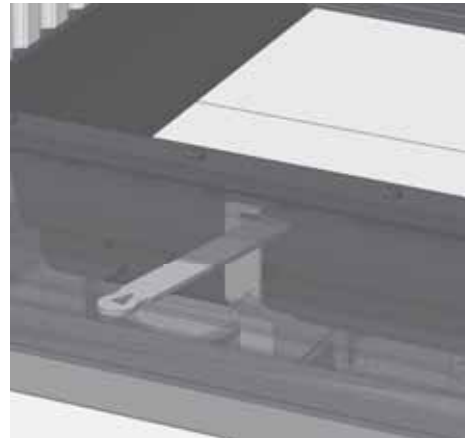

Abb. 3.4 Aushaken des Lufthebels
- ③ den Lufthebel vorne nach links bzw. hinten nach rechts schieben und ihn so aushaken (Abb. 3.4),
- ④ den Lufthebel nach vorne abziehen und komplett entnehmen.